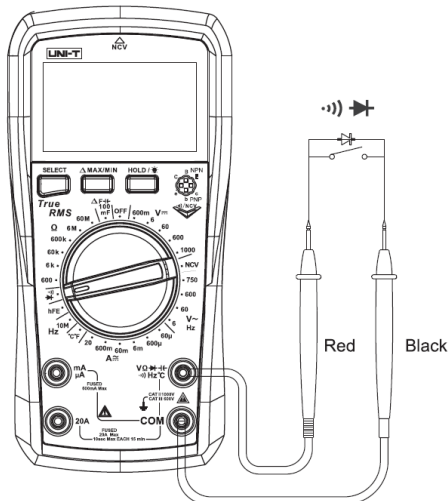

Рисунок 4
**3. Измерение проводимости (Рисунок 4)**
**4. Измерение диодов (Рисунок 4)**